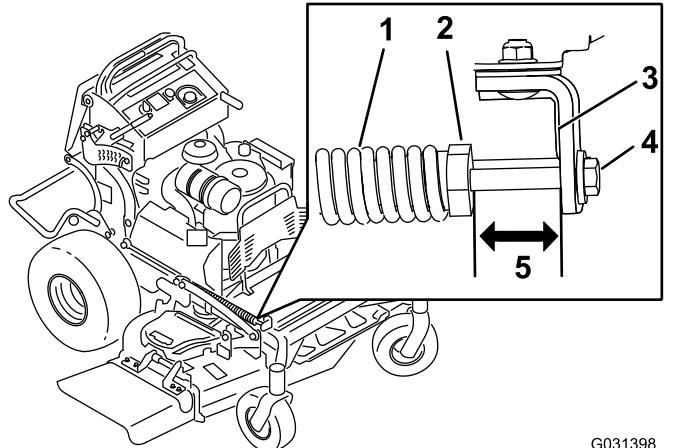

Figura 83
2. Compruebe la distancia entre la tuerca del muelle y el lado trasero del soporte de montaje soldado (Figura 83).
3. Asegúrese de que la longitud sea de 47 a 50 mm (1.8" a 2") (Figura 83).
4. Si es necesario, ajuste la distancia ajustando el perno situado en la parte delantera del soporte de montaje (Figura 83).